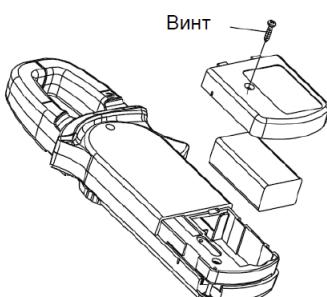

Рисунок 10
- Если при положении мультиметра лицевой стороной вверх, задней стороной вниз (см. рис. 10) показание прибора имеет положительный знак, значит, ток через проводник течет сверху вниз. Держите прибор крепко, и не выпускайте его из рук. Элементы Холла очень чувствительны не только к магнитному полю, но и к нагреванию, и механическому воздействию. Любой удар или толчок на короткое время приведет к искажению показаний. Для повышения точности измерений следуйте порядку действий, изложенному ниже:
B. Замена батареи (см. рисунок 10)